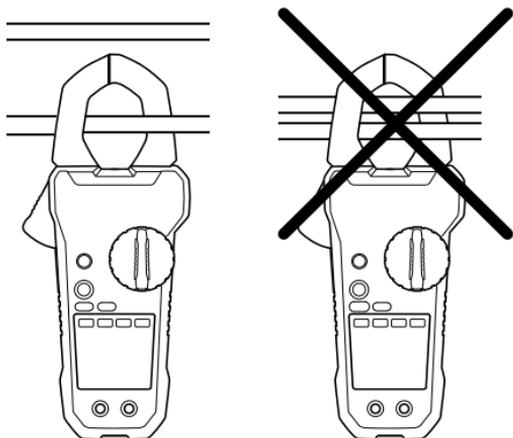

Рисунок 5.1 Правильные и неправильные настройки
При измерении силы тока в зажимные губки можно поместить только один проводник, см. рис. 5.1.
3. Нажмите рычаг для открывания зажимных губок. Полностью охватите один проводник, см. рис. 5.1. Для получения оптимальных результатов проводник должен быть расположен в центре губок.